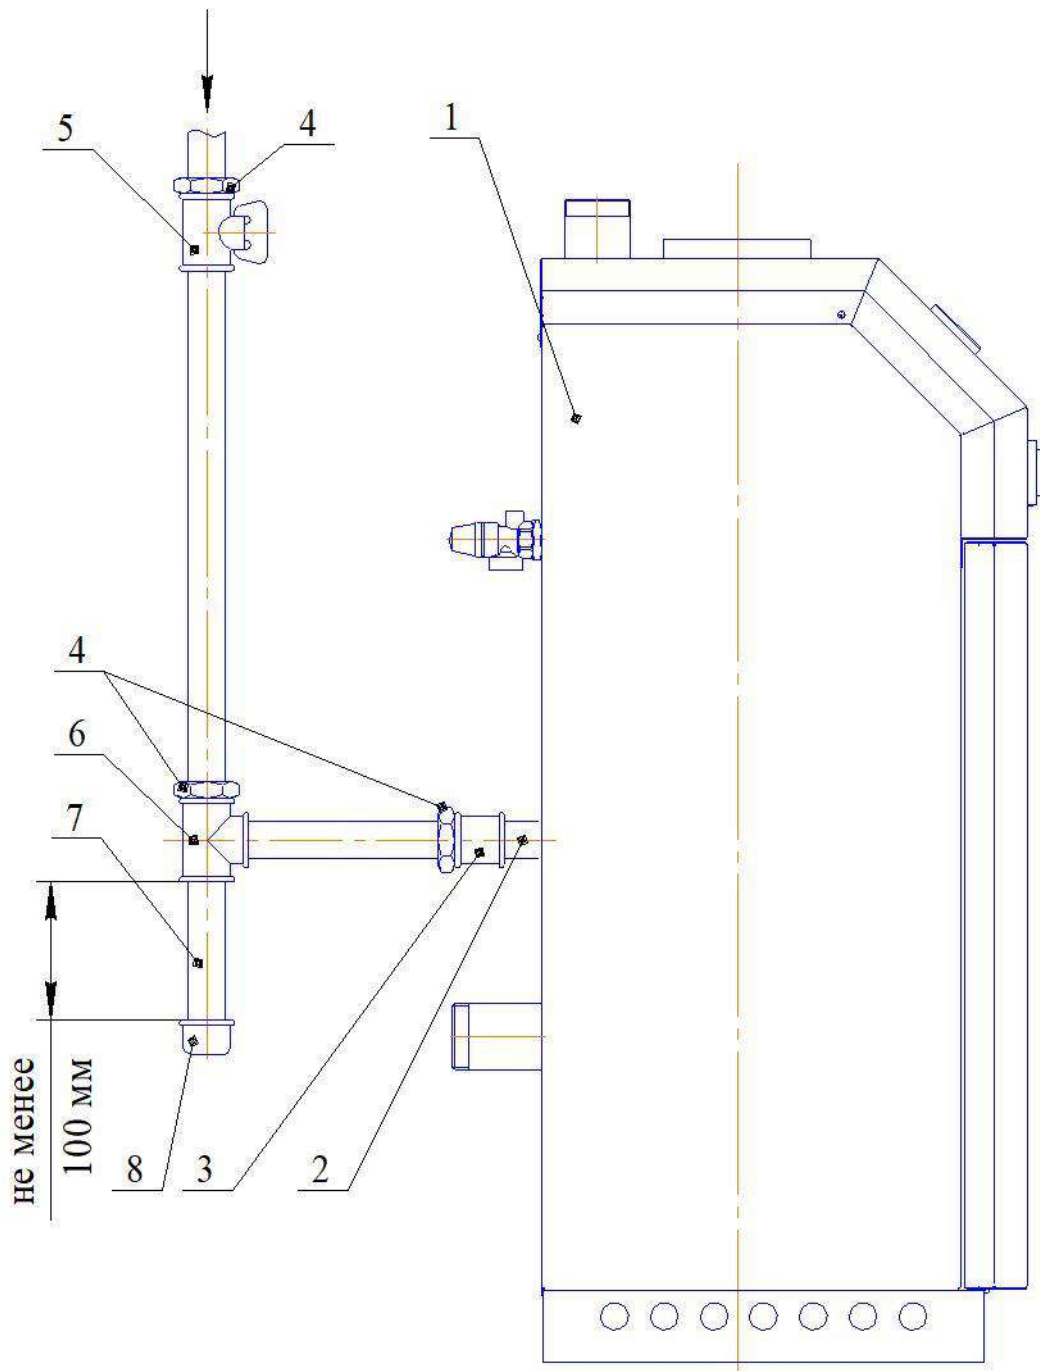

Рис. 9. Схема подсоединения котла к газопроводу.
5.7 На газоподводящей трубе перед котлом обязательно должен быть установлен газовый кран, перекрывающий доступ газа к котлу /см. рис. 9/.
5.8 Рекомендуется на входе газопровода в котел устроить ловушку-отстойник /см. рис. 9/.
2 На входе в котел /клапан/ обязательно нужно устроить конденсатную ловушку-отстойник /см. рис. 9 /.